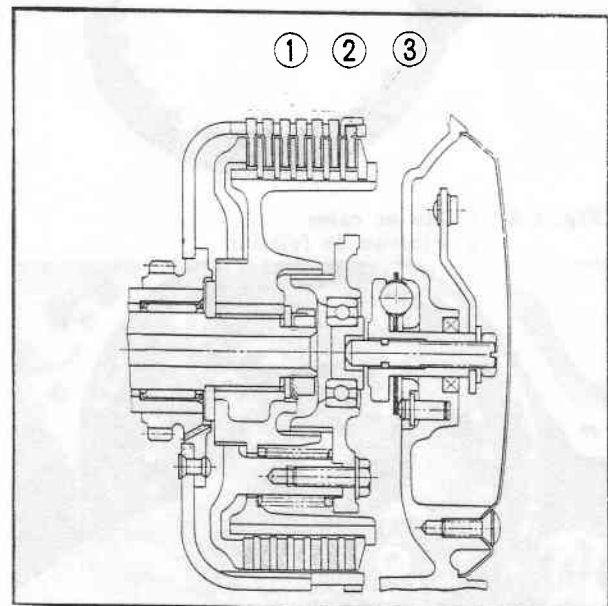

Fig. 4-5 ① Disque d'embrayage A
② Clé à douille
4. Enlever le disque d'embrayage B et la bague extérieure de la couronne extérieure, puis démonter les disques d'embrayage A et les plateaux de friction. (Fig. 4-5)
2. Monter les six disques d'embrayage A (diamètre extérieur: 151 mm), les plateaux de frictions et la couronne centrale dans la couronne extérieure, puis monter la bague extérieure d'embrayage. (Fig. 4-5)
3. Monter le disque d'embrayage B (diamètre extérieur: 148,5 mm). (Fig. 4-5)